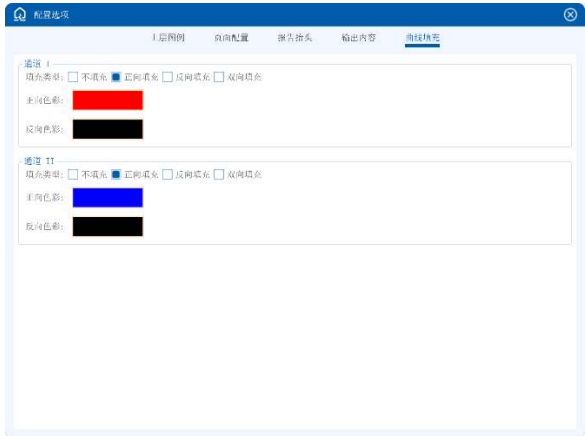

图 7.13 曲线填充
5. 曲线填充：设置波形进行正向、反向填充，默认为正向填充为 1 通道红色和 2 通道蓝色；如图 7.13 所示。